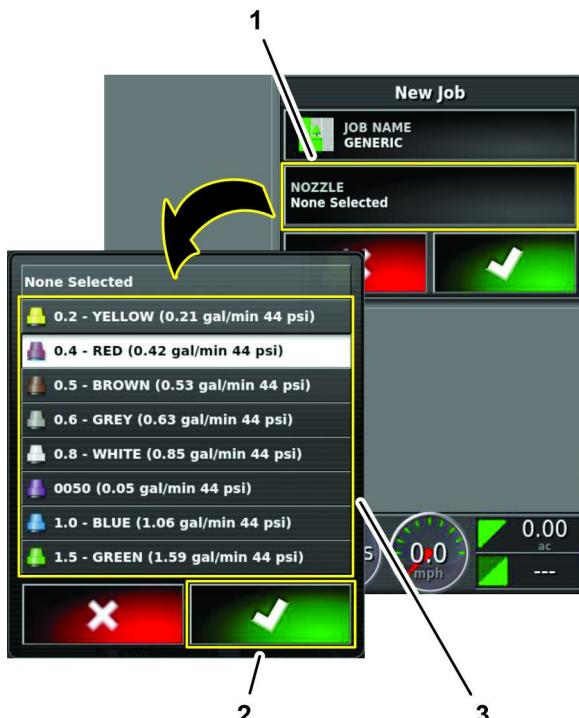

Рисунок 200
3. В диалоговом окне нового рабочего задания нажмите значок Nozzle (Сопло) (Рисунок 200).
4. В списке выбора сопл нажмите любой значок сопла и значок подтверждения (Рисунок 200).